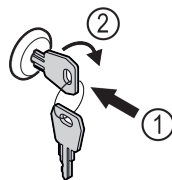

Fig. 160
- ▶ Uvucite ključ Fig. 160 (1).
- ▶ Okrenite ključ za 90° nadesno Fig. 160 (2).